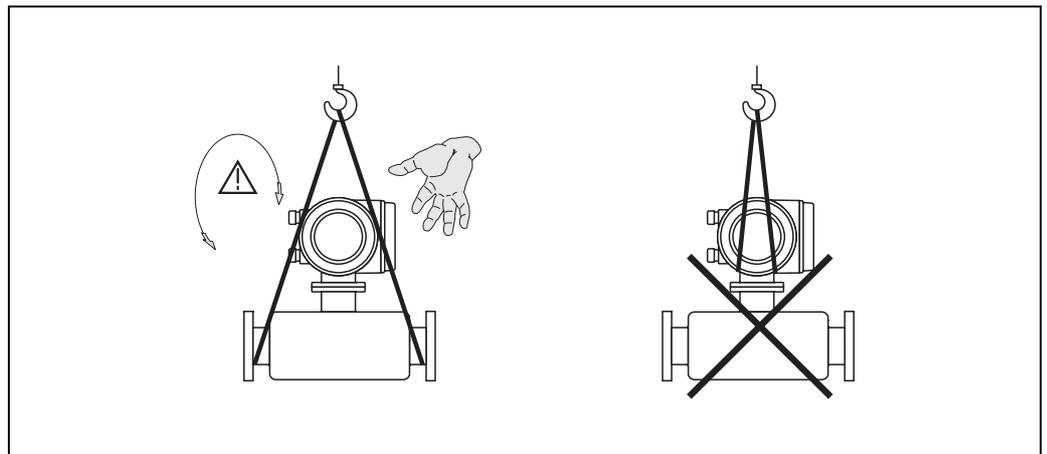

Fig. 5: Istruzioni per il trasporto di sensori con $> DN 40$ ($> 1\frac{1}{2}$ ")
- I misuratori con diametri nominali $> DN 40$ ($> 1\frac{1}{2}$ ") non devono essere sollevati dalla custodia del trasmettitore o, in caso di versione separata, dalla custodia di connessione (Fig. 5). - Usare delle cinghie in tessuto, strette intorno alle due connessioni al processo. Le catene non possono essere utilizzate, poiché potrebbero danneggiare la custodia.